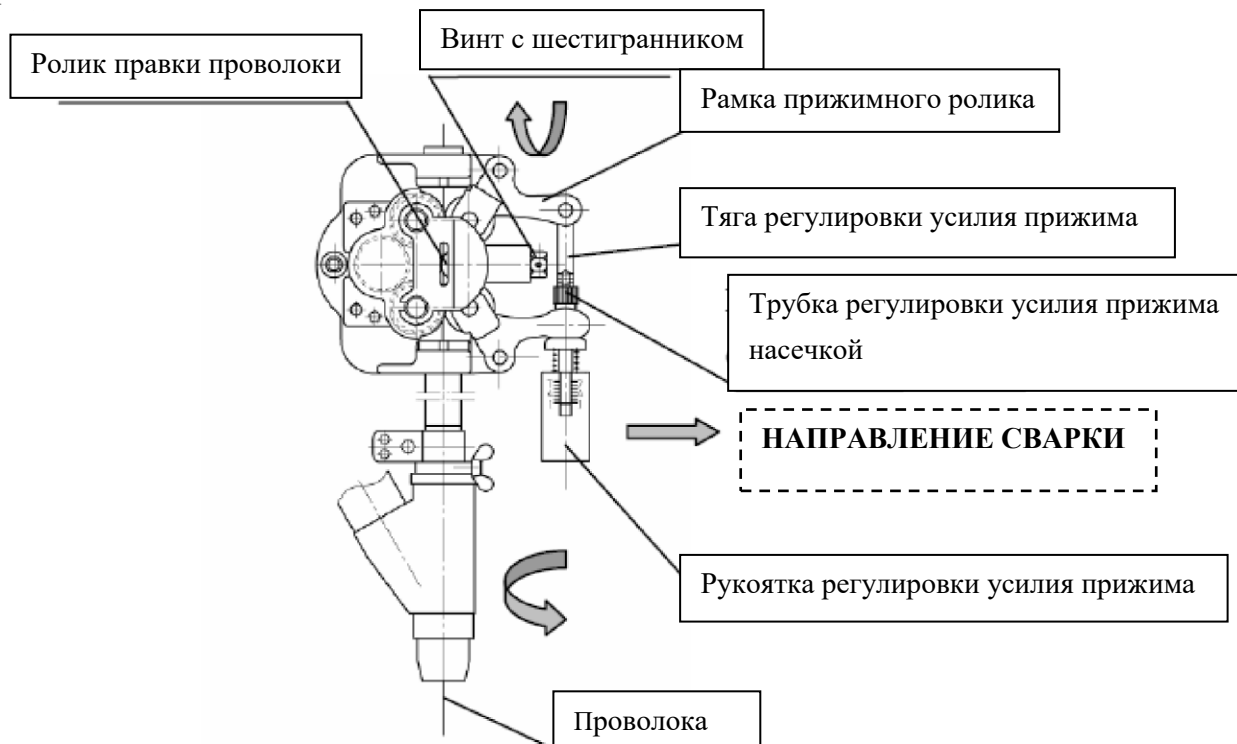

Рисунок 13: Регулировка усилия прижима подающего ролика
5. Регулировка усилия прижима подающего ролика (см. Рисунок 13)